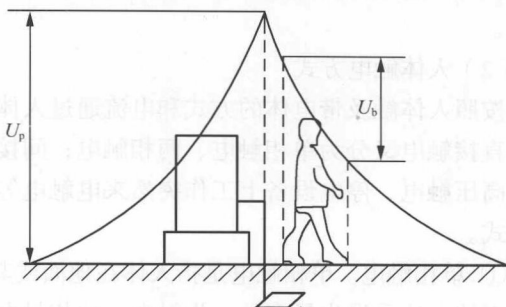

图 1-3 跨步电压触电
③ 跨步电压触电。雷电流入地时，或载流电力线路（特别是高压线）断落到地面时，会在导线接地点以电线落地的一点为中心在其周围形成强电场，也就是接地电流会从接地体或导线落地点向大地流散，距电流入地点的距离越近，电位越高；反之，电位越低，在远离电流入地点 20m 以外处，电位接近为零。如果有人进入 20m 以内区域行走，其两脚之间（人的跨步一般按 0.8m 考虑）的电位差就是跨步电压。跨步电压触电就是指人在接地点附近，由两脚之间的跨步电压引起的触电事故，如图 1-3 所示。跨步电压与跨步大小还有关系。